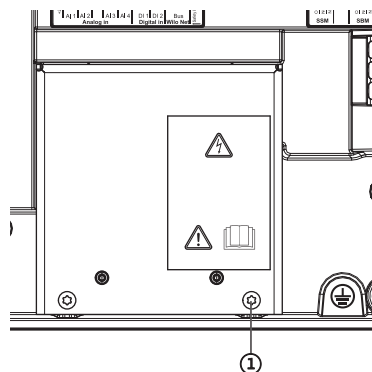

Fig. 114: Zaštitni lim za elektromagnetnu kompatibilnost
4. Otpustite vijke zaštitnog lima za elektromagnetnu kompatibilnost (Fig. 114, poz. 1) i uklonite zaštitni lim.